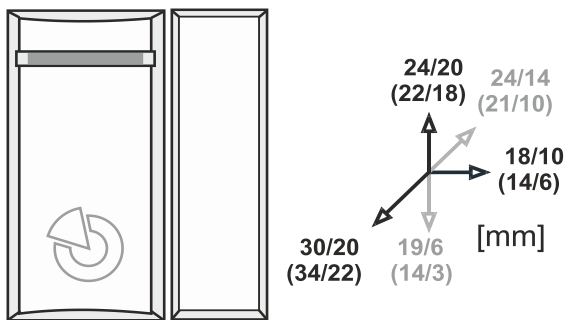

Abbildung 2: Abstände für die Auslösung eines Melders, der auf einer nichtmagnetischen (magnetischen) Oberfläche installiert ist
- Öffnen Sie den Deckel des Melders, indem Sie vorsichtig einen flachen Schraubendreher in dem Schlitz (3) stecken.
- Schrauben Sie den Dauermagnet an den beweglichen Teil der Tür (Fenster). Der Abstand zwischen dem Meldergehäuse und dem Magnet sollte so gering wie möglich sein. Die Aktivierungs-/Deaktivierungsabstände zwischen dem Magneten und dem Melder sind in der folgenden Abbildung 2 dargestellt. Bei anderen Magneten als den im Lieferumfang Enthaltenen, können die Werte variieren.